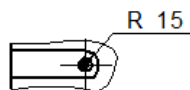

图 10.4.48 标注投影视图尺寸 1
(1) 单击 **主页** 选项卡 **尺寸** 区域中的 命令，标注图 10.4.48 所示的半径尺寸。